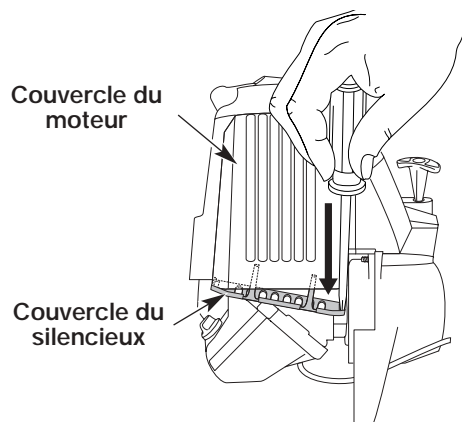

Fig. 38
1. Retirez le couvercle du silencieux en appuyant sur le coin à l'aide d'un tournevis à lame plate (Fig. 38). Glissez les encoches sur les côtés du couvercle par-dessus les languettes du couvercle du moteur et retirez le couvercle
13. Remplacez le couvercle du silencieux. Glissez les longues languettes du couvercle du silencieux dans le couvercle du moteur. Glissez avec un déclic les encoches sur les côtés du couvercle par-dessus les languettes du couvercle du moteur (Fig. 38).